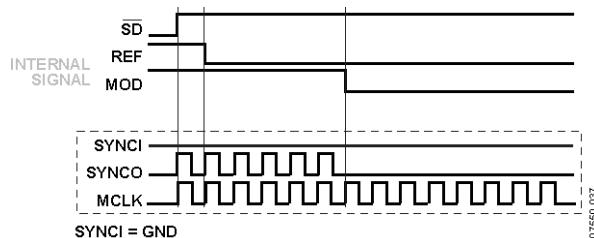

図 37.SYNCl = GND または VDD
- SYNCl = GND または VDD。SYNC0 はパルスの発生を停止させます。変調器は、内部クロック信号から制御されます(図 37 参照)。